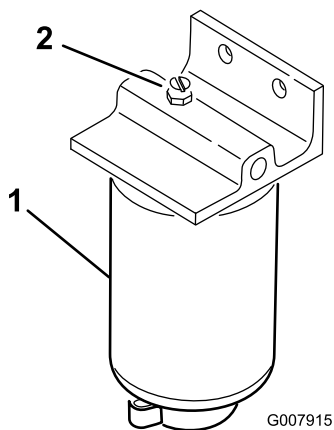

Figure 28
4. Ouvrez le bouchon d'aération sur le filtre à carburant/séparateur d'eau (Figure 28).